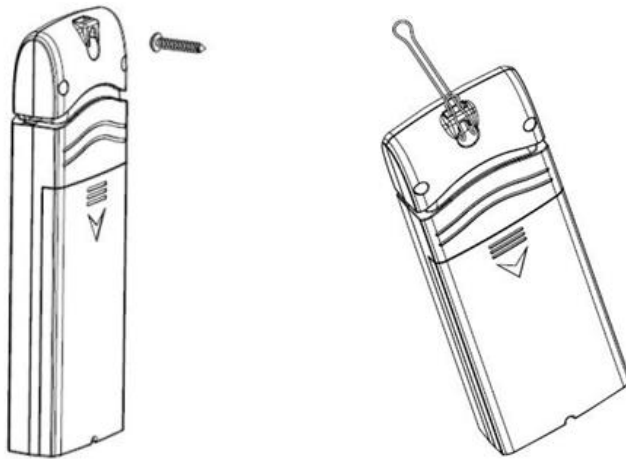

Abbildung 5
- Befestigen Sie den Sensor mit einer Schraube oder einem Nagel an der Wand, wie auf der linken Seite von Abbildung 5 zu sehen ist, oder
- hängen Sie den Sensor mit einer Schnur an, wie in der rechten Seite von Abbildung 5 dargestellt.